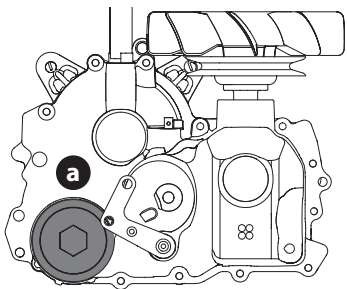

Figure 46
2. Placez un récipient approprié sous le couvercle du filtre à huile (a) de transmission. Retirez le couvercle du filtre à huile de transmission pour vidanger l'huile (Figure 46). Retirez et jetez le joint torique.
4. Remplacez le nouveau filtre et placez le nouveau joint torique sur le couvercle du filtre (a) (Figure 46).